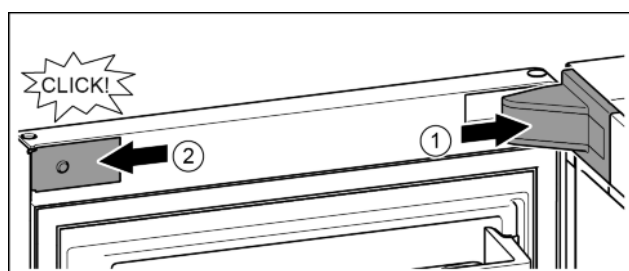

Fig. 22
- ▶ Nasadte a zaklapněte kryt stojanu ložiska, příp. opatrně přitlačte od sebe. Fig. 22 (1)
- ▶ Z boku nasadte záslepku a zaklapněte. Fig. 22 (2)